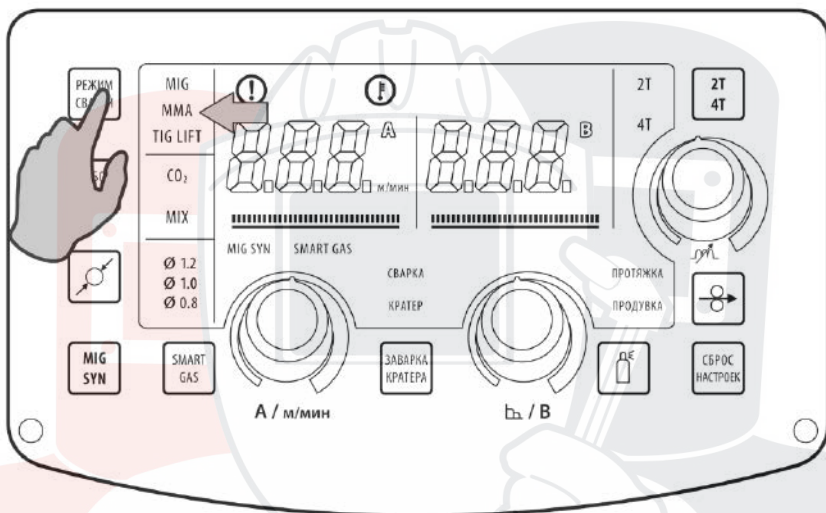

Рис. 10.1.1. Выбор способа сварки.
1. Перейдите в режим ММА (см. рис. 7.0.1, п. 2) на передней панели сварочного аппарата (см. рис. 10.1.1).